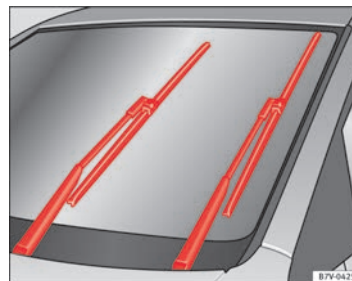

Abb. 128 Scheibenwischer in Servicestellung
- Die Zündung ein- und wieder ausschalten und anschließend (vor Ablauf von ca. 9 Sekunden) den Scheibenwischerhebel auf die Position Tippwischen stellen. Die Scheibenwischer stellen sich in die Servicestellung ⇒ **Abb. 128**.